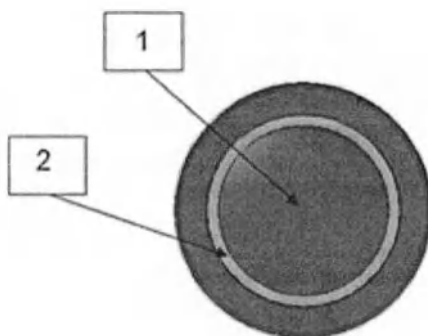

Рисунок 3.4.31 – Пульт ручного управления компрессией
1) Нажмите кнопку 1 (Рисунок 3.4.31) для активации функции, индикатор состояния 2 начнет мигать.
2) Поворачивая регулятор 1 (Рисунок 3.4.31), установите максимальную силу компрессии, контролируя устанавливаемое значение на дисплее МПУ (поле 5, Рисунок 3.4.6).
скорость движения лопатки замедляется и дальнейший процесс компрессии происходит с ступенчато (при достижении определенных значений силы компрессии движение компрессионной лопатки приостанавливается). Первая пауза возникает при достижении силы компрессии равной 30 Н (компрессионная лопатка на некоторое время приостанавливается, и спустя 1-2 секунды сила компрессии продолжает увеличиваться). При дальнейшем увеличении силы компрессии учитываются плотность железы: если ткани железы мягкие, то усилие компрессии увеличивается до максимального выбранного оператором значения; если железа плотная, компрессия автоматически останавливается при достижении силы 100 Н, и для дальнейшего увеличения силы компрессии, до выбранного оператором максимального значения, необходимо нажать педаль 1 (Рисунок 3.4.31) ещё раз. Если, при достижении выбранного оператором максимального значения силы компрессии, отпустить и нажать педаль ещё раз, усилие компрессии будет увеличиваться до максимально доступного значения (200 Н).